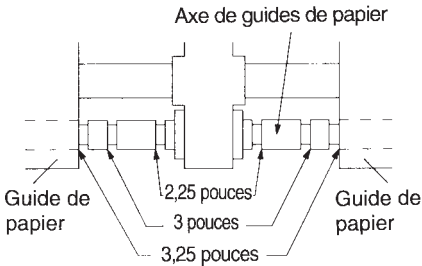

Fig. 2-8 Guide de rouleau de papier (SP342)
- ⑤ Réglez la position des guides de papier gauche et droit. Veillez à laisser un espace de 0,5 mm entre l'extrémité du guide et du papier, puis bloquez le levier de verrouillage.
- Pour régler la position des guides de papier, placez les anneaux d'arrêt dans les espaces sur l'axe des guides de papier qui correspondent à la largeur du papier à charger (voyez la figure 2-8).